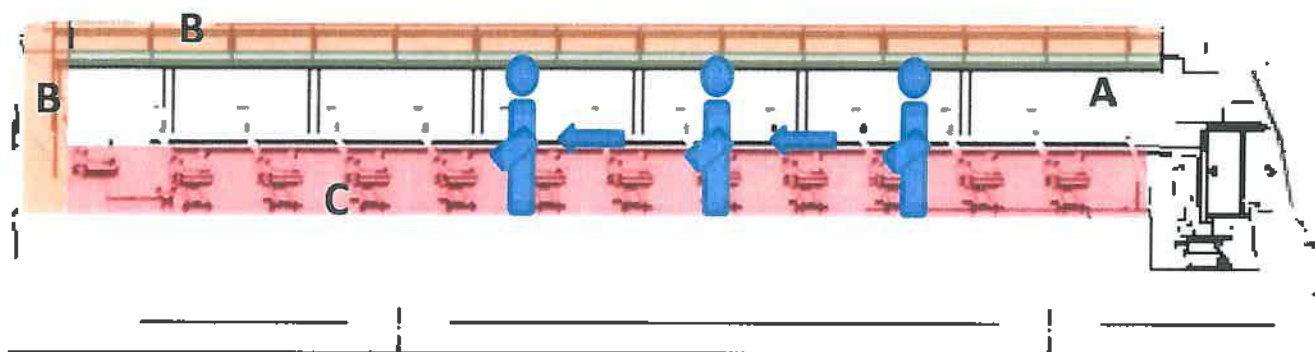

Fig. 7
**Inspección de Salón:** Se realizara la inspección desde el Pasillo Central y por encima de los respaldos de los asientos recorriendo la Unidad a lo largo del salón, inspeccionando las áreas descritas A B y C. (Si no cuenta con asientos se considera ese punto). Fig.7 y 7ª